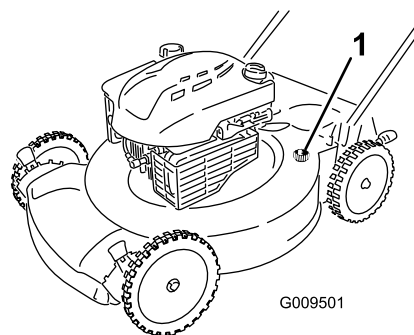

Figure 32
4. Branchez un tuyau d'arrosage, relié à une arrivée d'eau, au raccord de lavage du carter de la tondeuse (Figure 32).